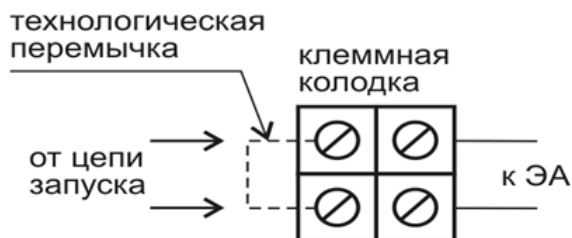

Рис.4. Схема подключения цепи запуска
5.6. После монтажа и закрепления модуля подсоединить провода внешней линии запуска к выходным контактам клеммной колодки распределительной коробки, предварительно сняв технологическую перемычку (рис.4).
5.7. Схема подключения цепи запуска приведена на рис.4.